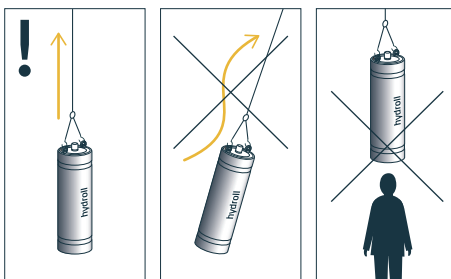

FIGURA 5.1 Pontos de elevação
5. Pontos de elevação: No caso de o acumulador ter dois orifícios roscados (M12) em cada extremidade para permitir a montagem de olhais de elevação ou anéis de elevação. Consulte a figura 5.1.